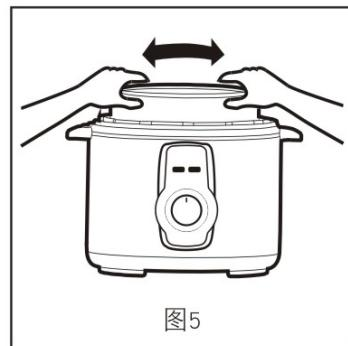

图5
3. 将内锅放入外锅内，放入前先把内锅及发热盘抹净，外锅内及发热盘表面不得放入杂物；放入后，轻轻旋转内锅，保持内锅与发热盘接触良好(如图5所示)。